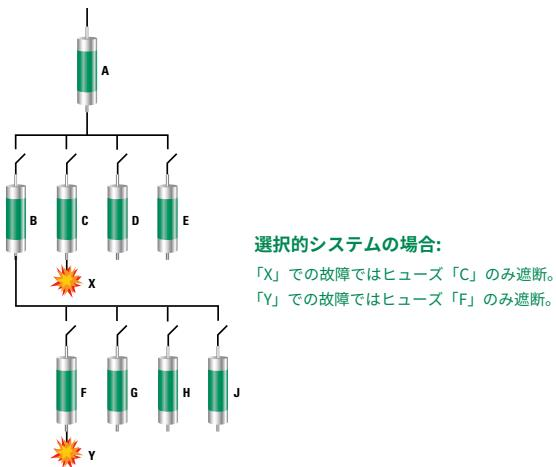

図 15 – 選択的協調の例
**選択的協調** (図 15 を参照。) – 選択的に協調されたシステムにおいて、過電流側配線上の保護装置のみ遮断する機能。上流の保護装置は閉じたままとなります。その他全ての機器は稼働し続けるので、過負荷が発生した機器や短絡発生個所の特定がし易くなります。詳しくは「選択的協調」をご参照ください。